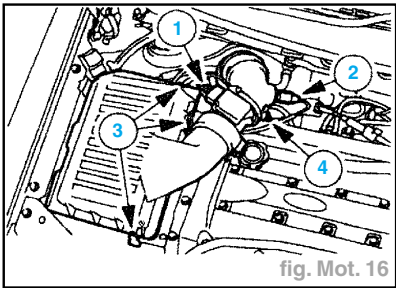

fig. Mot. 16
- Déposer la partie supérieure du boîtier de filtre à air avec la tubulure d'admission (fig. Mot. 16) :
- débrancher le connecteur du débitmètre d'air massique (MAF) (1),
- débrancher le connecteur de la sonde de température d'air d'admission (sonde IAT) (2),
- déposer le flexible d'admission du collecteur d'admission (un collier) (3),
- ouvrir les clips (4).